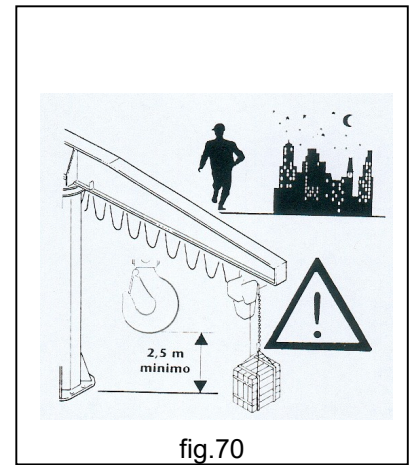

fig.70
- **SIEMPRE**, al final del trabajo, coloque el brazo de la grúa, el gancho y la botonera, de modo que no representen un peligro de colisión. Levantar el gancho, cuando sea posible, a una altura $\geq$ de 250 cm. (fig.70).